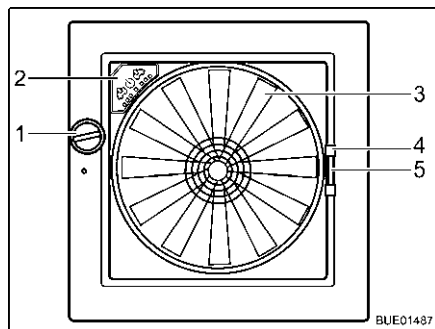

Fig. 124 Lanterneau Omni-Vent
*Ouvrir :* ■ Tourner le bouton rotatif (Fig. 124,1) jusqu'à ce que l'angle d'ouverture désiré soit atteint.
*Fermer :* ■ Tourner le bouton rotatif (Fig. 124,1) jusqu'à ce que le lanterneau soit entièrement fermé.
- Tirer la moustiquaire par la poignée (Fig. 124,4) vers le côté de cadre opposé.
- Presser la poignée (Fig. 124,5) du dispositif occultant.
**Ventilateur** Quand le lanterneau est ouvert, l'espace intérieur peut être ventilé et aéré avec un ventilateur à 6 niveaux de puissance (Fig. 124,3). La commande du ventilateur s'effectue sur son panneau de commande (Fig. 124,2).